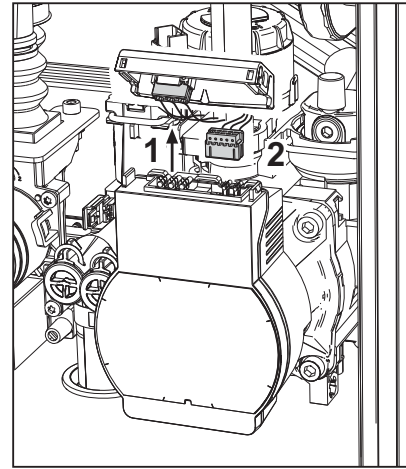

fig. 31
- Desconecte la corriente de la bomba de circulación abriendo las conexiones y levantando el elemento "1" de la fig. 31.